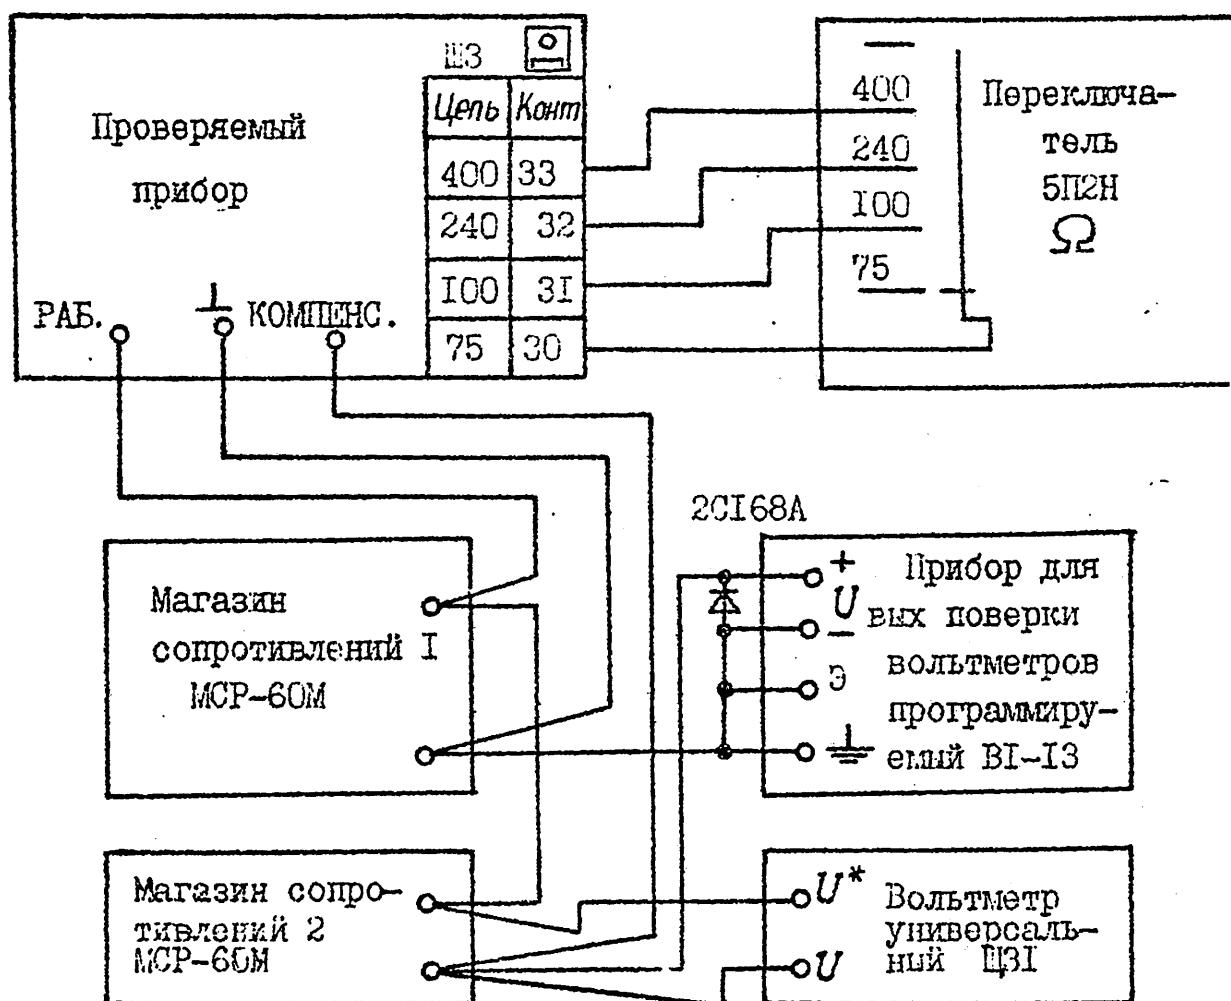

Рис. I2.6
Схема соединения приборов приведена на рис. I2.6.
- 1) соедините приборы согласно рис. I2.6;